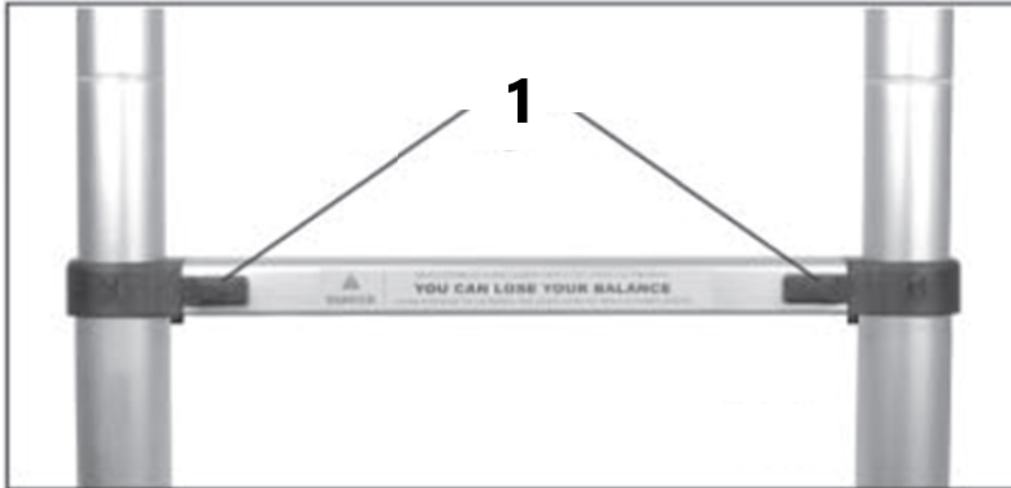

Figure 1.
Pour replier l'échelle télescopique jusqu'à sa position fermée, poussez simultanément les leviers de verrouillage (3) (Figure 1 ci-dessus) et relâchez-les.
Chaque mécanisme est relié à un levier de verrouillage visible à l'extérieur (voir Fig. 1).